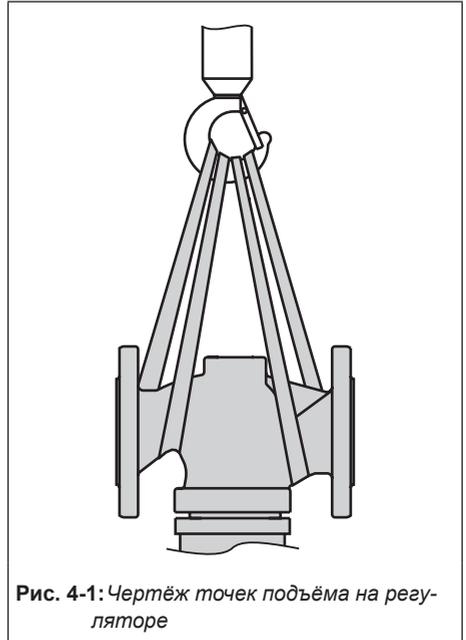

Рис. 4-1: Чертеж точек подъёма на регуляторе
- Используйте крюк с предохранительной защёлкой для фиксации строп от соскальзывания с крюка при подъеме и транспортировке (см. Рис. 4-1).
1. Прикрепите по одной стропе к фланцу корпуса и к такелажному оборудованию (например, крюку) крана или вилочного погрузчика (см. Рис. 4-1).